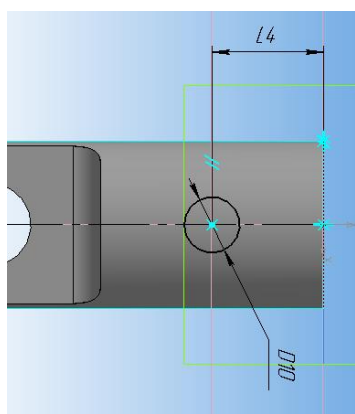

Рисунок 49.
22. На расстоянии размера **L4** выполните окружность радиусом **D10** согласно вашему варианту (рисунок 49).